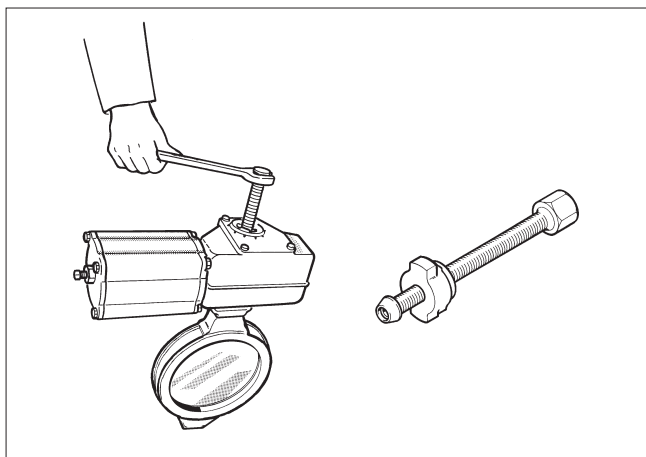

Fig. 19 Retrait de l'actionneur B1 à l'aide d'un extracteur
- Détacher l'actionneur de la vanne à l'aide d'un extracteur approprié. L'outil spécifique peut être commandé auprès du fabricant. Cf. figure 19.